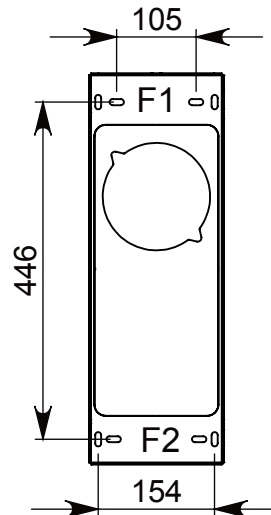
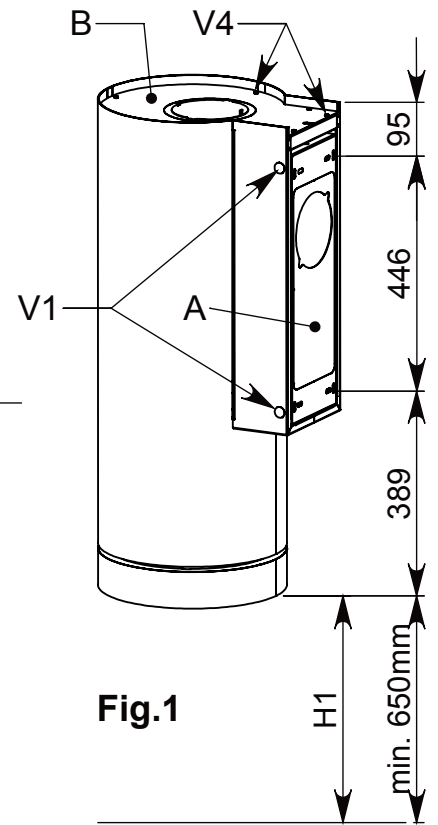

Fig.2
Fig.1
- Individuare l'altezza (H1) desiderata tra cappa e piano cottura (Fig.1).
- Rimuovere la schiena (A) togliendo i tappi di copertura (V1) e agendo sulle relative viti di fissaggio interne (V2).
- Segnare i 4 punti di foratura F1 e F2 seguendo le quote indicate in Fig.1 e Fig.2 o utilizzando la schiena come dima di foratura.
- Identify the desired distance (H1) between the hood and the hob (Fig.1).
- Remove the back (A): to do this remove the caps (V1) and the internal screws (V2).
- Mark the position of the 4 holes F1 and F2, as per Fig.1 and Fig.2. Alternatively, use the drilling template provided.